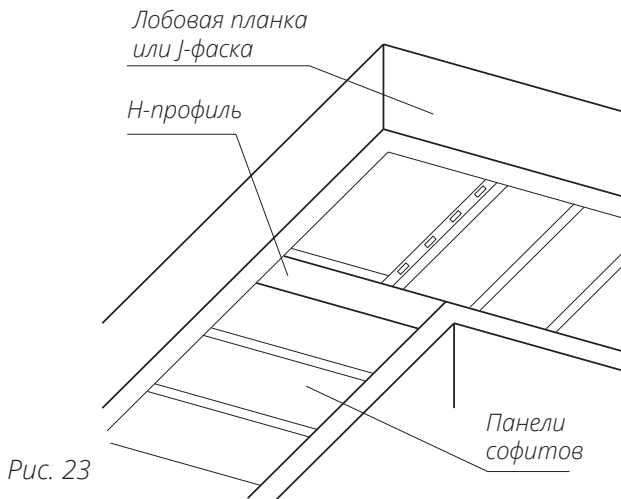
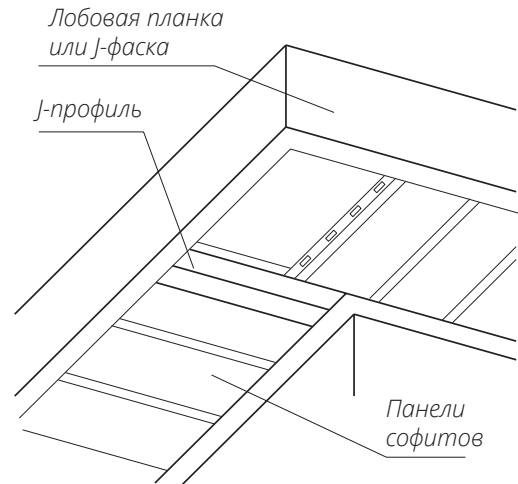
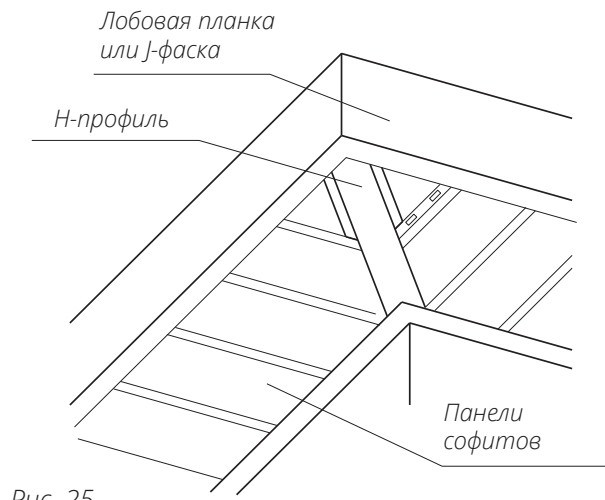
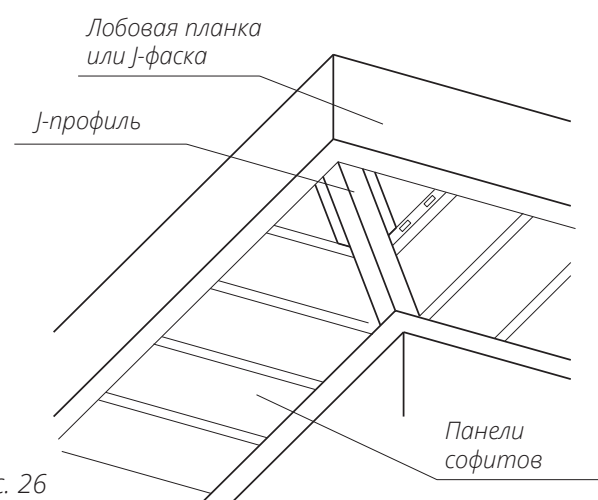

Рис. 23
Рис. 24
Рис. 25
Рис. 26
■ Оформление поворота можно производить как под прямым углом (рис. 23, рис. 24), так по диагонали (рис. 25, рис. 26). В обоих случаях на стыке панелей софита могут использоваться Н-профиль (рис. 23, рис. 25) либо 2 J-профиля (рис. 24, рис. 26). Если не требуется скрыть крепеж, используйте Планку стыковочную простую.
■ Перед монтажом планки сделайте ее разметку, приложив к месту установки так, чтобы зазоры между доборными элементами были минимальны. Обрежьте лишнее (рис. 23). Закрепите планку саморезами к обрешетке.